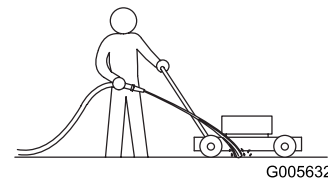

Bild 36
1. Lassen Sie den Motor auf einer flachen, befestigten Oberfläche laufen und sprühen Sie Wasser vor das rechte, hintere Rad (Bild 36).